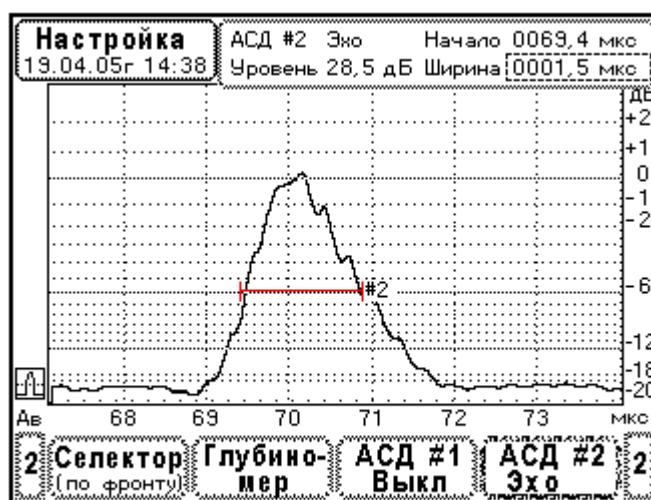

Рис. 10.6.13.1. Определение длительности эхосигнала преобразователя.
3. Регулируя ширину и сдвиг развертки (меню «Экран») установите эхосигнал по центру экрана и максимально растяните его (Рис. 10.6.13.1.). Амплитуду эхосигнала установите на стандартный уровень (0дБ по разметке экрана).
4. Выберите меню «АСД#2». Пользуясь элементами меню, установите положение строба на уровень -6 дБ, начало и конец строба совместите с передним и задним фронтами эхосигнала (Рис. 10.6.13.1.). В этом случае ширина строба АСД#2 равна длительности эхосигнала на уровне -6 дБ от максимума.